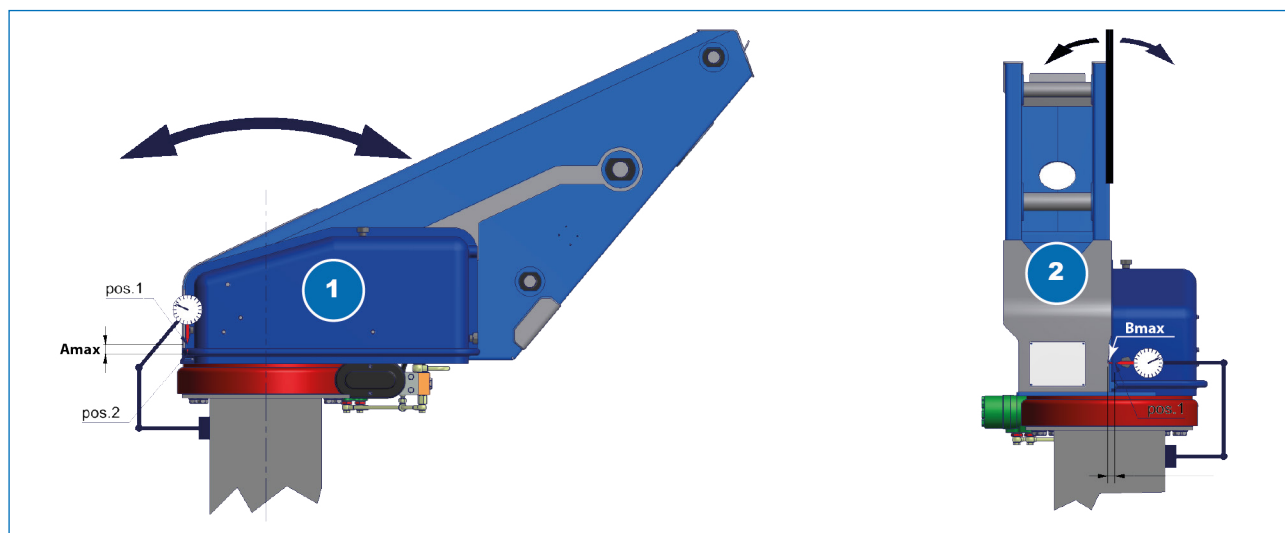

Fig. 8.8
- 3) posizionare il comparatore come indicato in figura (Fig. 8.8, 1) e rilevare il gioco assiale Amax; il valore misurato deve essere inferiore o uguale:
- 5) posizionare il comparatore come indicato in figura (Fig. 8.8, 2) e rilevare il gioco assiale Bmax; il valore misurato deve essere inferiore o uguale: